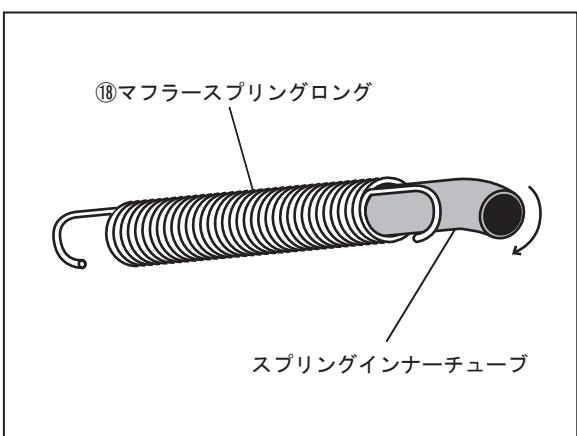

FIG. 5
6. ⑯マフラーープリングロングにスプリングインナーチューブを入れて下さい。(FIG. 5参照)